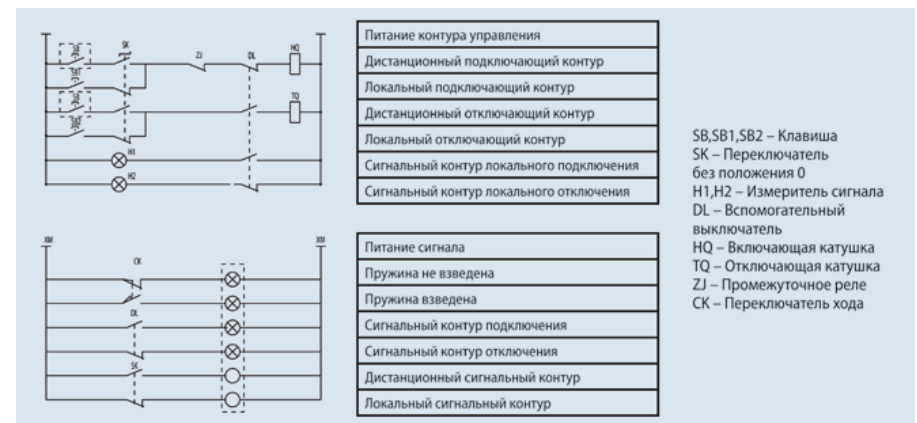

Рис. 6.4 Принципиальная электрическая схема
6.4 Принципиальная электрическая схема (см. рис. 6.4, 6.5)